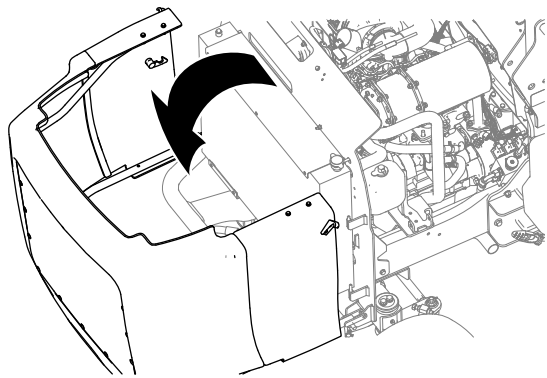

Figura 69
5. Desenganche y abra el capó (Figura 69).